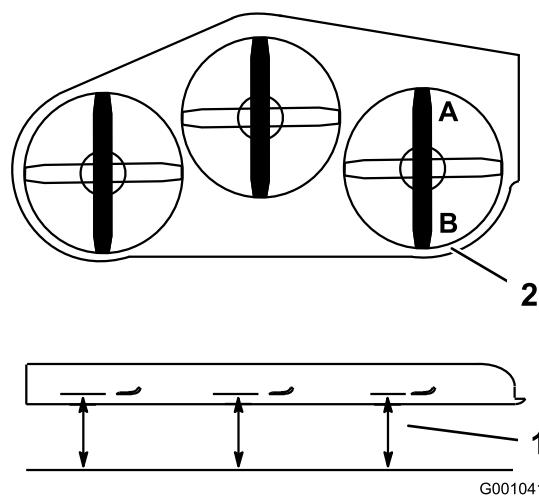

**Figura 82**
2. Localice las chapas con forma de U en los laterales de la plataforma del motor (Figura 82).
3. Afloje la chapa en un lado y ajústela hacia arriba o hacia abajo hasta que la diferencia entre las medidas **B** y **C** sea de no más de 6 mm (1/4 pulgada) (Figura 82).